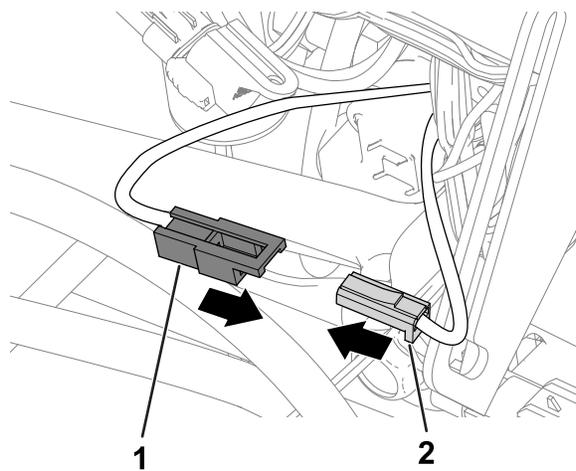

図 8
3. 電源回路の取り付けを行う機体のヒューズブロック用のコネクタとキットのヒューズブロック用のコネクタを接続する 図 8。